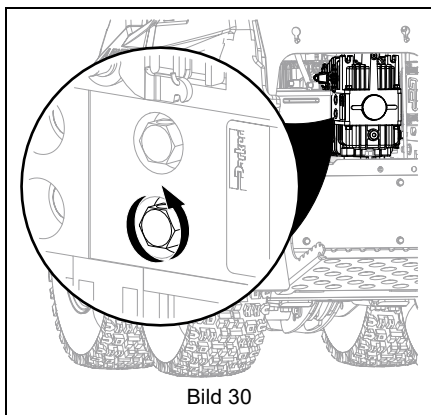

Bild 30
4. Vrid den nedre avlastningsventilen två hela varv moturs till avlastningsläget. Se Bild 30.